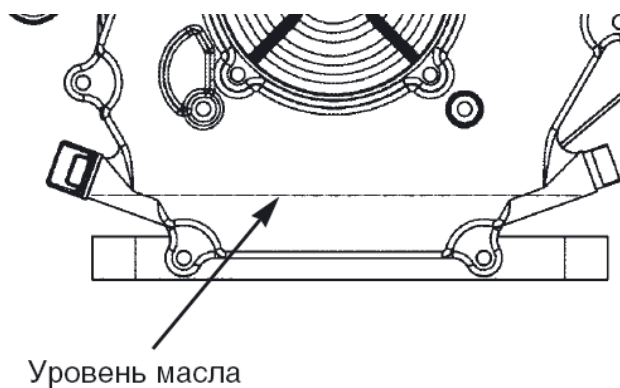

Рис. 6 «Уровень масла»
2. Залить в горловину масло до нижнего края заливного отверстия (рис. 6). Проверить уровень масла.